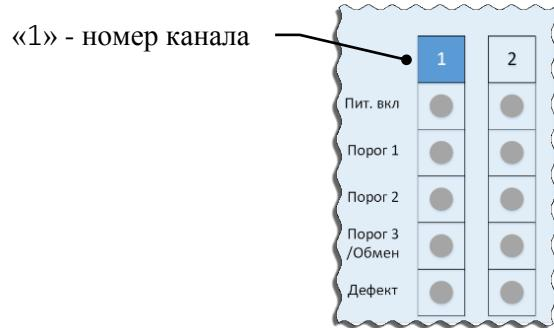

Рисунок 2 – Группа светодиодов для двух каналов
1.3.3 Каждой канальной плате соответствует группа светодиодов на передней панели (*рис. 2*), назначение которых указано в *таблице 3*